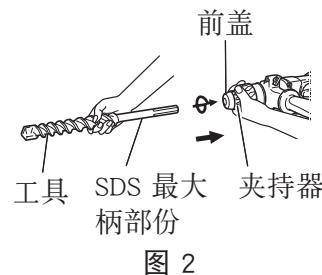

图 2
(2) 如图 2 所示，要安装工具 (SDS 最大柄) 时，将它插入孔内直至其抵达孔底。